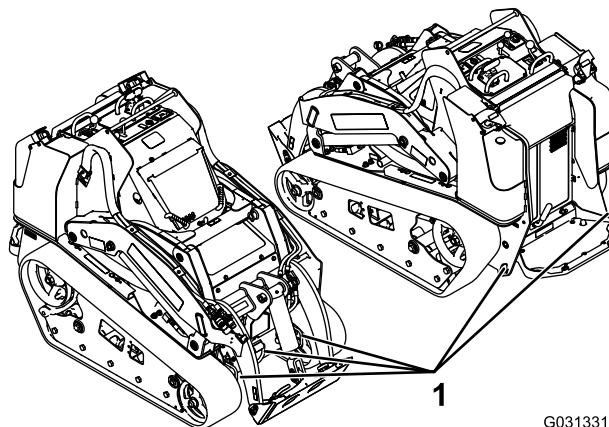

Bild 29
8. Befestigen Sie die Maschine mit den Metallbefestigungsschleifen und Riemen, Ketten, Kabel oder Seilen am Anhänger oder Pritschenwagen (Bild 29). Halten Sie die örtlichen Vorschriften für die Vergurtung ein.
Sie können die Maschine mit den Vergurtungsstellen bzw. Hebeschlaufen als Hebestellen anheben, wie in Bild 29 abgebildet.